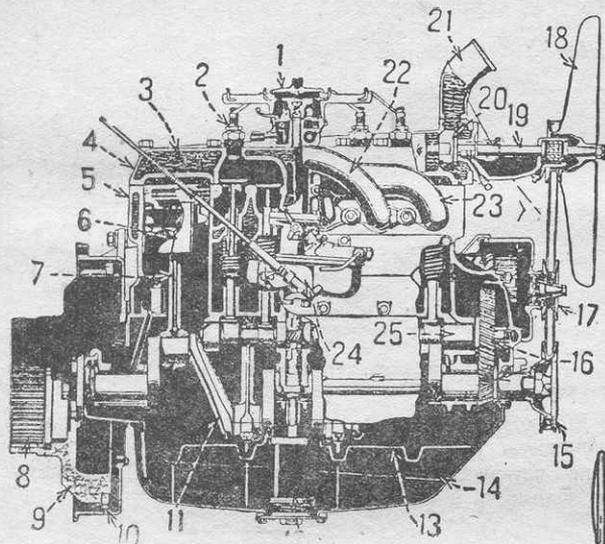

Рис. 2. Двигатель «Форд-А».
**Двигатель** (рис. 2). Цилиндры двигателя «Форд-А» отлиты в один блок вместе с верхней половиной картера мотора. Блок цилиндров имеет съемную головку с камерой сжатия типа «Рикардо». Крепление двигателя к раме осуществляется в трех точках, из которых две жестко соединены с рамой, а третья соединена с траверсой, опирающейся на две пружины. Передняя точка устанавливается на двух пружинах.